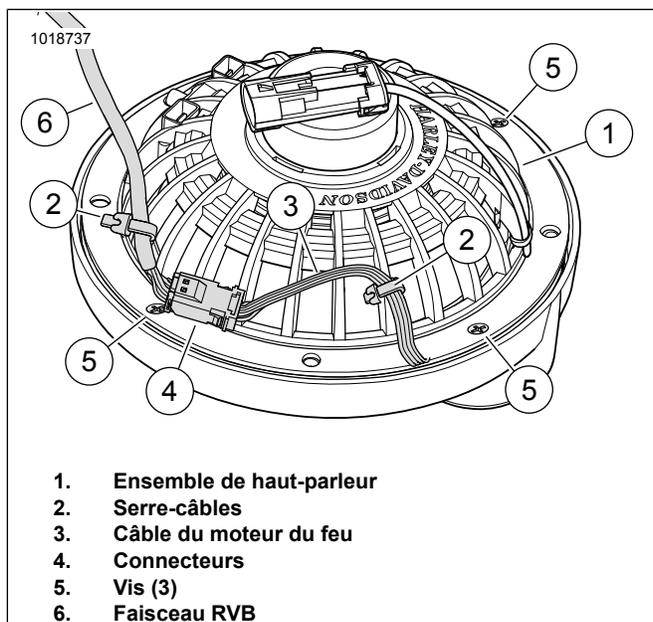

Figure 15. Arrière du haut-parleur, câble et serre-câbles
9. Faire passer le câble (4) le long du montant du portique de haut-parleur d'aigus. À l'aide du ruban fourni dans le kit, couper à la longueur nécessaire et fixer le câble à l'arrière du portique du haut-parleur d'aigus.
10. Voir la figure 15. Assembler l'ensemble de haut-parleur d'aigus et le haut-parleur (1). Aligner les trous pour les vis (5).
a. Joindre les connecteurs (4) du moteur du feu (3) au faisceau RVB (6).
b. Faire passer le câble de moteur du feu (3) à l'arrière du haut-parleur (1) comme illustré. Pour stabiliser les connecteurs (4), fixer le câble du moteur du feu (3) et le faisceau RVB (6) avec des serre-câbles (2) comme illustré.